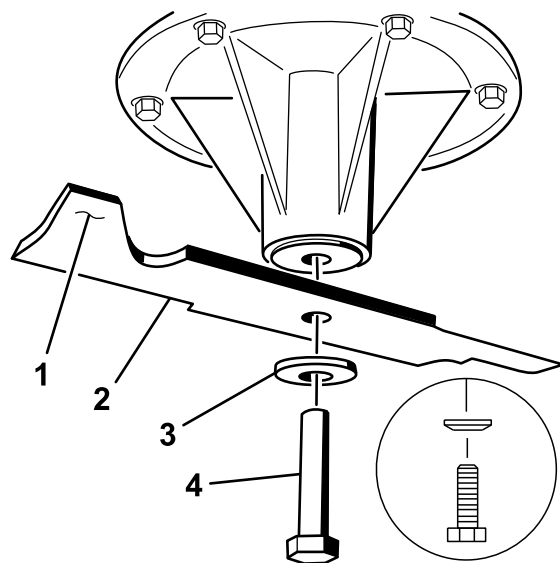

Figura 91
2. Togliete il bullone, la rondella curva e la lama dall'asse del fusello (Figura 91).